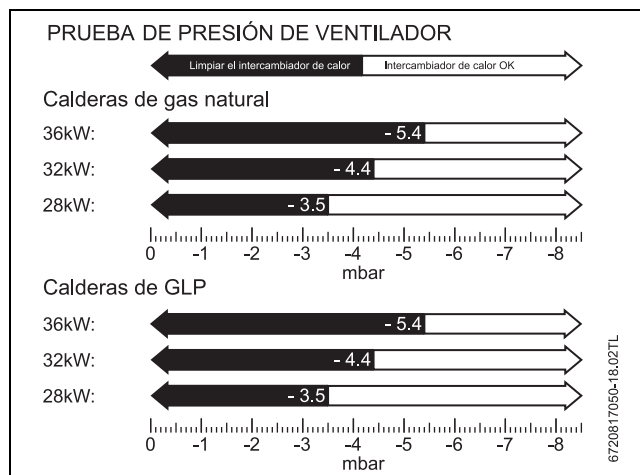

Fig. 78 Registro de la presión del ventilador
- La presión indicará un valor negativo; véase lo indicado en el esquema de la fig. 78.